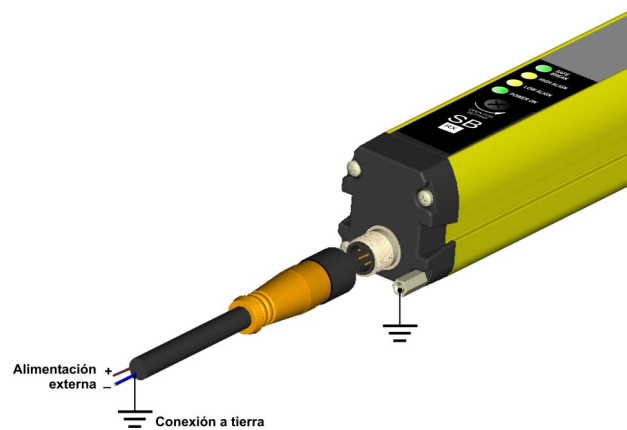

Fig. 14
- Utilizar únicamente cables apantallados en la conexión de ambas barras. La Fig.14 muestra la conexión correcta de ambas partes y el cable cuando se utiliza tierra.
Respetar la conexión que se muestra en la Fig.14 (página 15) cuando se realiza la conexión a tierra de todo el sistema.